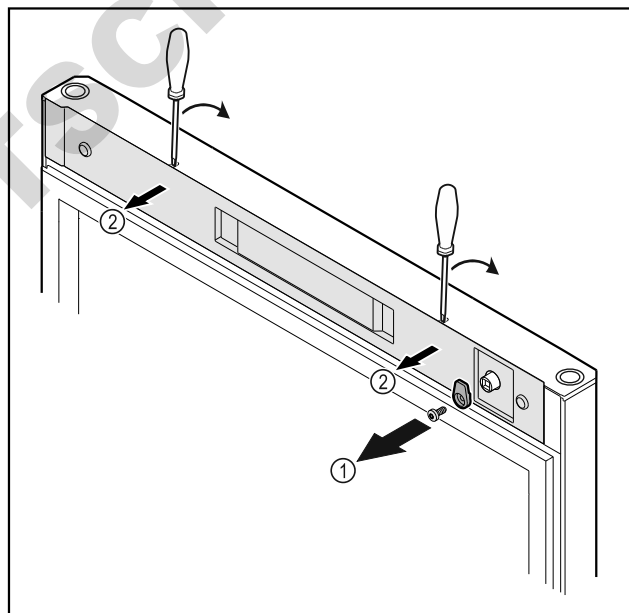

Fig. 20
- ▶ Dévisser le crochet de fermeture Fig. 20 (1).
- ▶ Décrocher le cache Fig. 20 (2) avec un petit tournevis et le retirer.